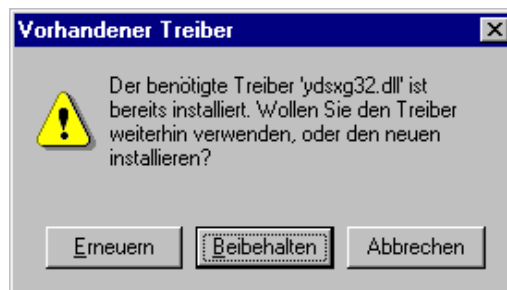

Abbildung 6-10: Treiber vorhanden?
12. Falls das Fenster " **Vorhandener Treiber** " erscheint, dann sollte man den Button " **Erneuern** " klicken (siehe Abbildung 6-10).